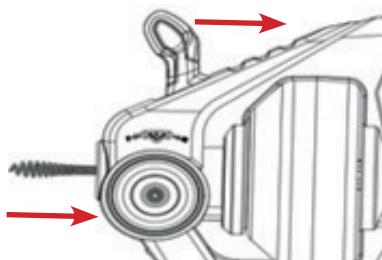

Fig. 7
- El eje espiral se dirige hacia fuera en la parte delantera (Fig. 7).